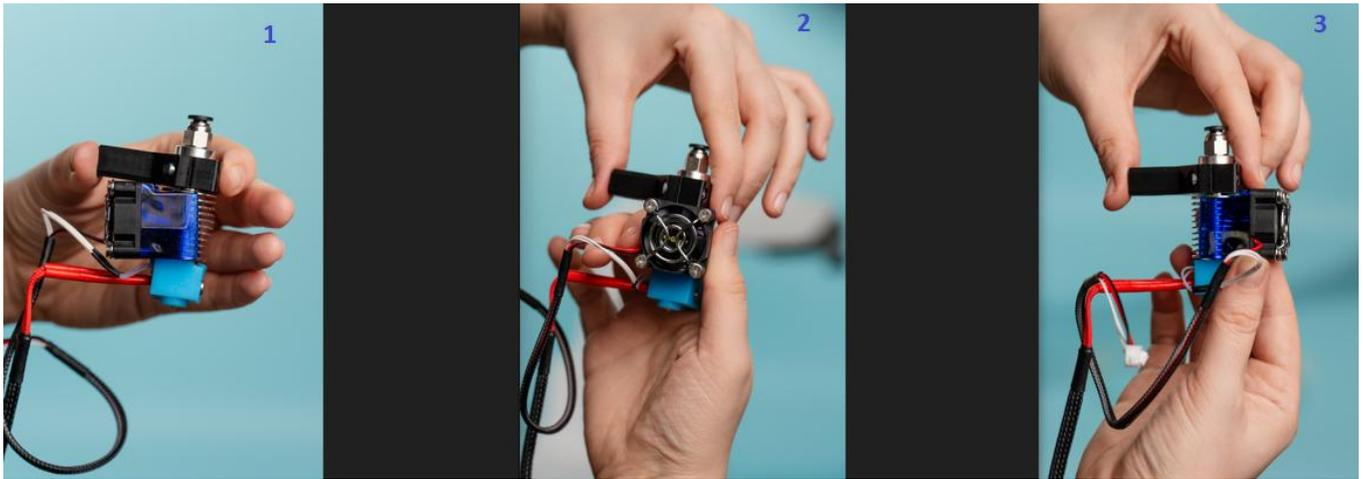

Рисунок 22 – Приведение печатающей головки в рабочее положение
- 1) Возьмите печатающую головку и приведите ее в рабочее положение (см. Рисунок 22).